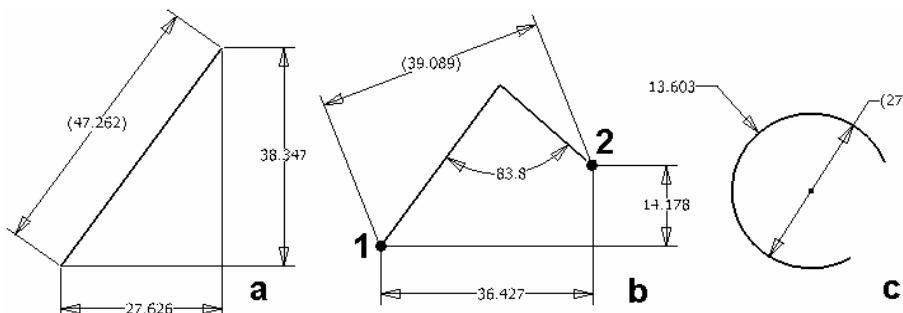

Figura 5.8.1.
- dimensiuni lineare ale elementelor - se lansează comanda **Dimension Element**, se puntează elementul și se deplasează cursorul mouse pe direcția de dimensionare dorită (orizontală, verticală sau aliniată cu elementul cotat), urmat de click stânga mouse; exemplu figura 5.8.1.a;
- dimensiuni între două puncte - se lansează comanda **Dimension Element**, se puntează primul și al doilea punct și se deplasează cursorul mouse pe direcția de dimensionare dorită (orizontală, verticală sau aliniată cu elementul cotat), urmat de click stânga mouse; exemplu figura 5.8.1.b;
- dimensiuni unghiulare - se lansează comanda **Dimension Element**, se puntează prima și a doua linie și se deplasează cursorul mouse pentru definirea locului cotei unghiulare, urmat de click stânga mouse; exemplu figura 5.8.1.b;
- dimensiuni radiale sau diametre - se lansează comanda **Dimension Element**, se puntează frontieră elementului circular și se deplasează cursorul mouse pentru definirea locului cotei, urmat de click stânga mouse; exemplu figura 5.8.1.c; trecerea din dimensiune rază în dimensiune diametru se poate realiza prin selecție **Radius** sau **Diameter** din opțiunea **Dimension Type** preluată din meniu contextual activat prin buton dreapta mouse în timpul cotării;